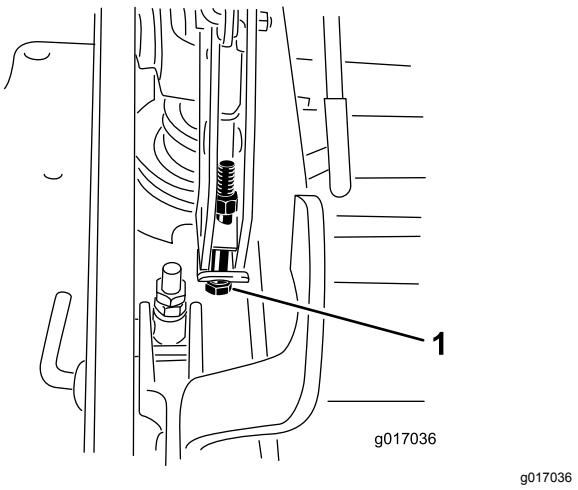

Bild 111
12. Wenn das Mähwerk zu niedrig ist, drehen Sie die zentrale Einstellschraube nach rechts, um sie anzuziehen. Wenn das Mähwerk zu hoch ist, drehen Sie die zentrale Einstellschraube nach links, um sie zu lösen (**Bild 111**).